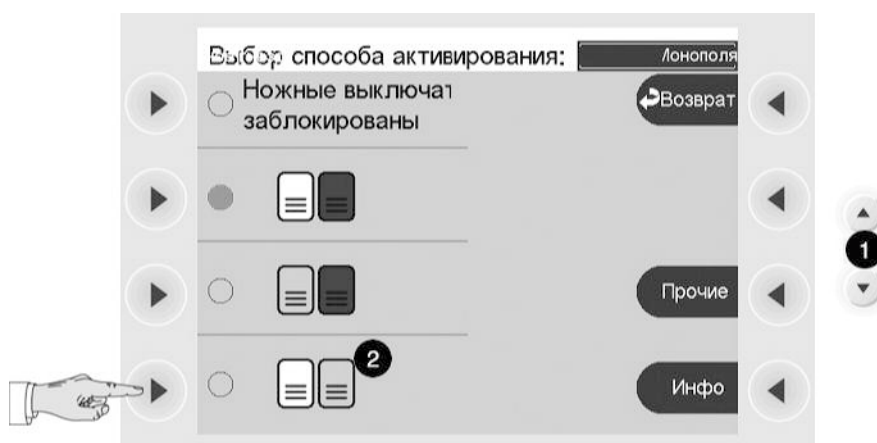
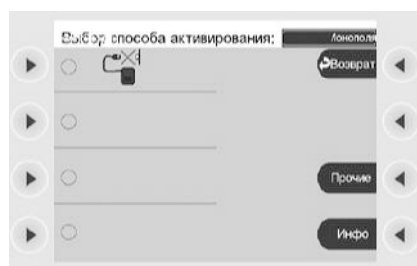

Рис. 4-16
Рис. 4-17
В окне Рис. 4-16 Вы видите список возможных способов присвоения ножного выключателя. Прокрутите клавишей Ab (1) также к следующему окну Рис. 4-17. Вы можете также использовать клавишу выбора рядом с пунктом меню *далее*.